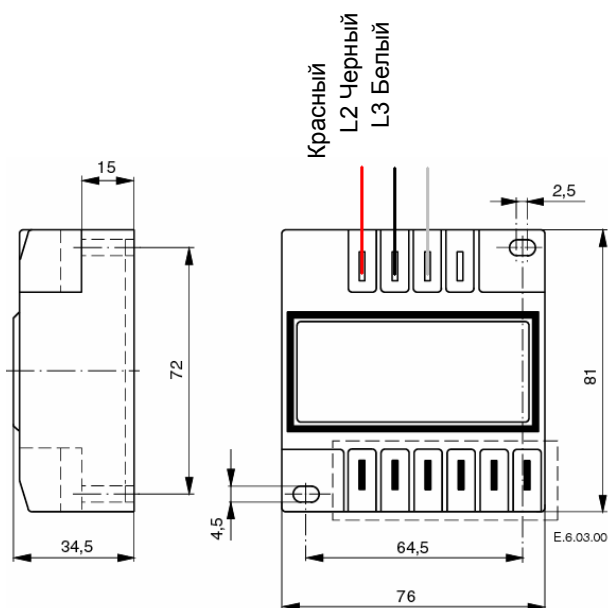
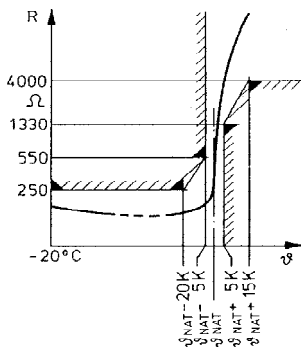

Рисунок 16 Электронный модуль
Рисунок 17 Сопротивление термисторов
Электронная система защиты, используемая в спиральных холодильных компрессорах типа EVI с электродвигателями мощностью от 7.5 до 15.0 л.с. маркируется буквой "W", стоящей на втором месте в обозначении кода электродвигателя. В этой системе используется зависимость сопротивления термисторов от температуры (PTC-сопротивление), что позволяет определить собственно температуру обмотки. Цепочка из четырех термисторов, соединенных последовательно, размещена в обмотке электродвигателя так, чтобы температура термисторов максимально точно соответствовала температуре обмотки. Электронный модуль INT69SCY (рис.16) требуется для контроля сопротивления и отключения реле цепи управления в зависимости от сопротивления термисторной цепочки. График изменения сопротивления термистора представлен на рис. 17. Кривую сопротивления можно построить для различных рабочих точек, номинальная температура (NAT) при этом должна быть 80°C, 100°C, 140°C, в соответствии со стандартом DIN 44081
- Проверьте правильность расположения фаз (см. рис. 16).